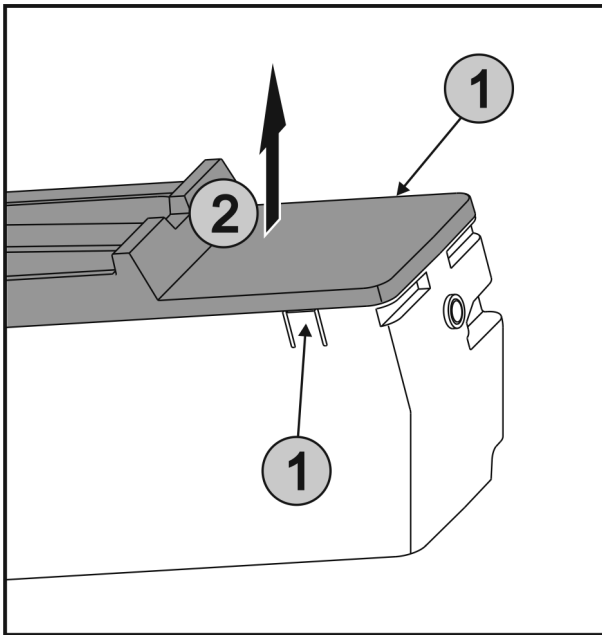

Fig. 37
- Premere contemporaneamente le linguette Fig. 37 (1) su entrambi i lati di EasyTwist-Ice e rimuovere la copertura sollevandola verso l'alto Fig. 37 (2).